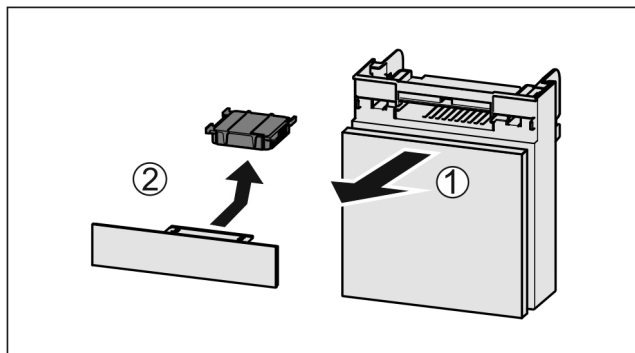

Fig. 115
- Estrarre il vano tirando in avanti Fig. 115 (1).
- Rimuovere il filtro a carboni attivi Fig. 115 (2).